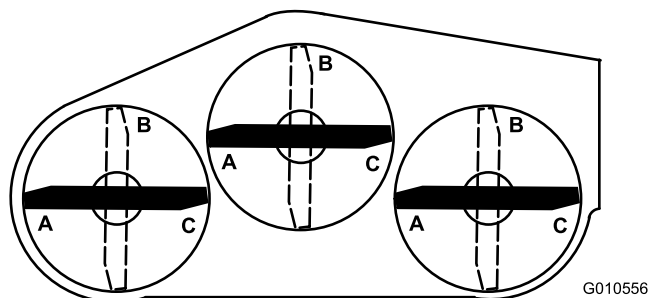
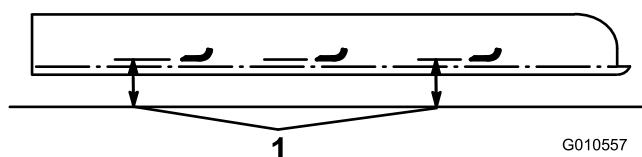

図 24
図 25
5. 全部のブレードを A 位置（図 24）にし、水平な床面から各ブレードの刃先の底面までの高さを測定する（図 25）。
6. A 位置でのそれぞれの測定値を記録し、各ブレードを B 位置（図 24）まで回転させ、同様にして各ブレードから床面までの高さを測定する（図 25）。
7. 各ブレードを C 位置まで回転させ、同様にして各ブレードから床面までの高さを測定する（図 24 と 図 25）。